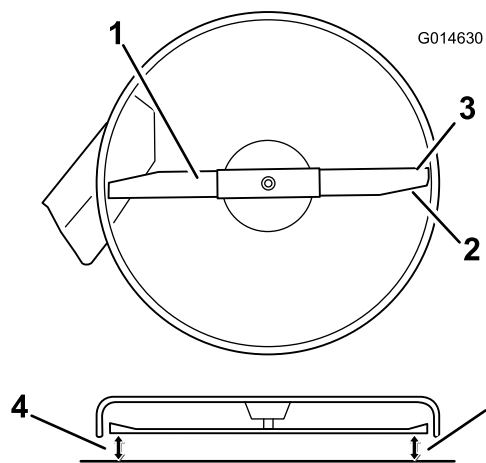
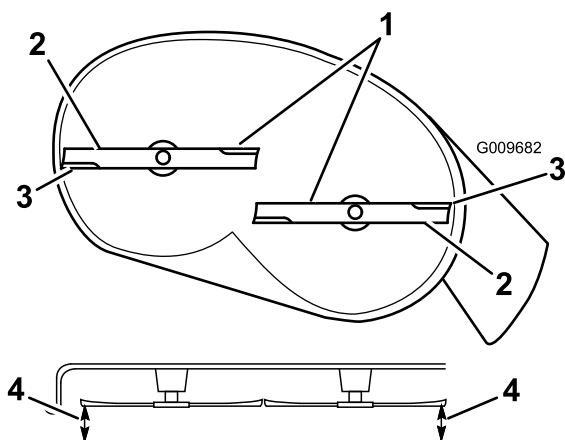

Рисунок 64
Рисунок 65
4. Осторожно поверните нож (ножи), чтобы расположить их в поперечном направлении (Рисунок 64 и Рисунок 65).
- Измерьте расстояние от наружных режущих кромок до плоской поверхности (Рисунок 64 и Рисунок 65).